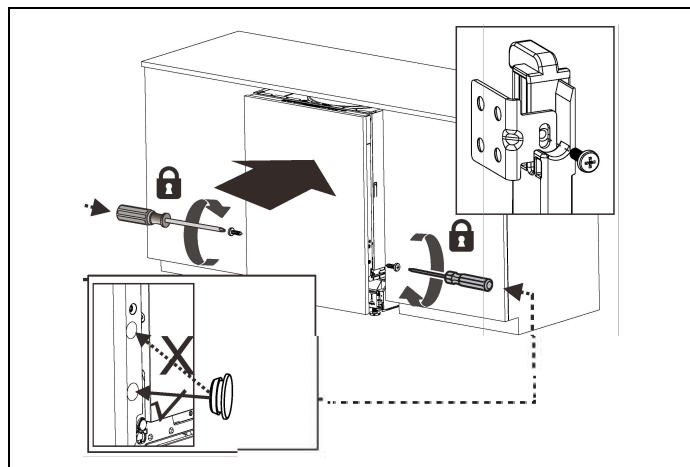

Fig. 18
- 3) När panelen är på plats, fixera den anpassade luckan på diskmaskinens yttre lucka med de två medföljande skruvarna i de två nedre installationshålen (Fig. 18).